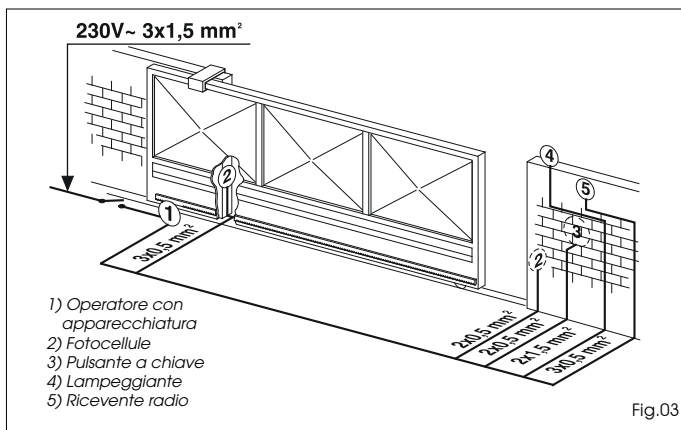

Fig.03
- 4) Predisporre i cavi elettrici per il collegamento degli accessori e dell'alimentazione elettrica secondo lo schema di Fig.03. Per effettuare agevolmente i collegamenti in centrale fare uscire i cavi almeno 50cm dal foro presente sulla piastra.